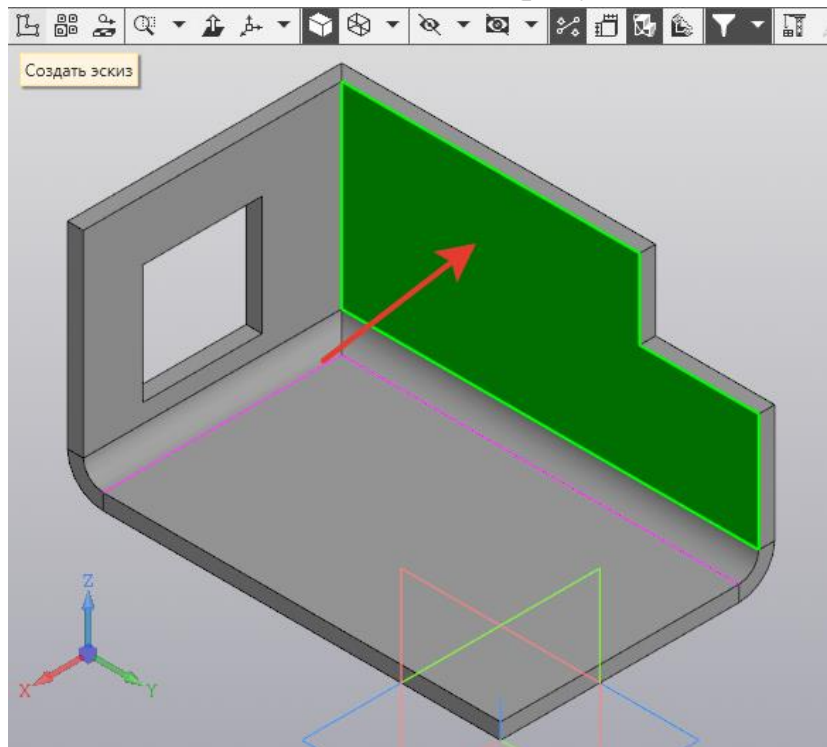

Рисунок 80.
9. СОЗДАНИЕ ЖАЛЮЗИ. Указать грань, на которой будут формироваться жалюзи, и создать  Эскиз (рисунок 80).